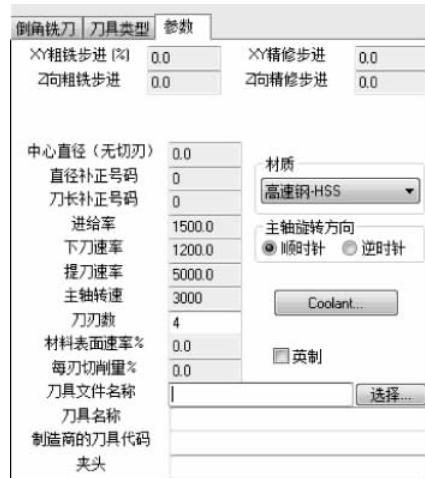

图 5-120 设置刀具参数
(4) 打开“参数”选项卡，设置刀具参数，如图 5-120 所示。